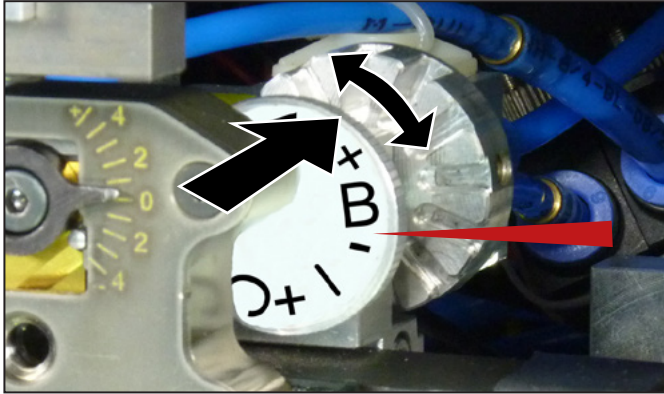

Bild 5.4 Einstellung Auslösevorrichtung (eingestellt: B)
- Drücken Sie das Einstellrad nach hinten und drehen Sie es so, dass der gewünschte Wert an der markierten Position steht (s. Bild 5.4).